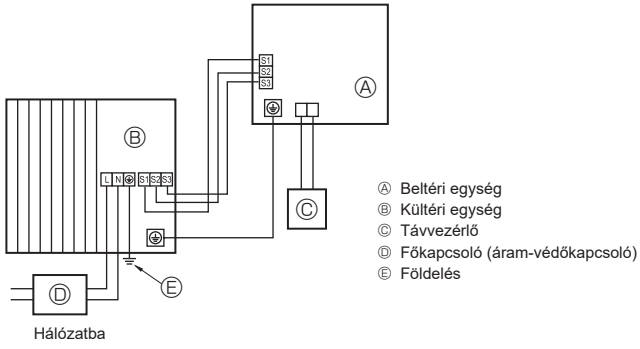
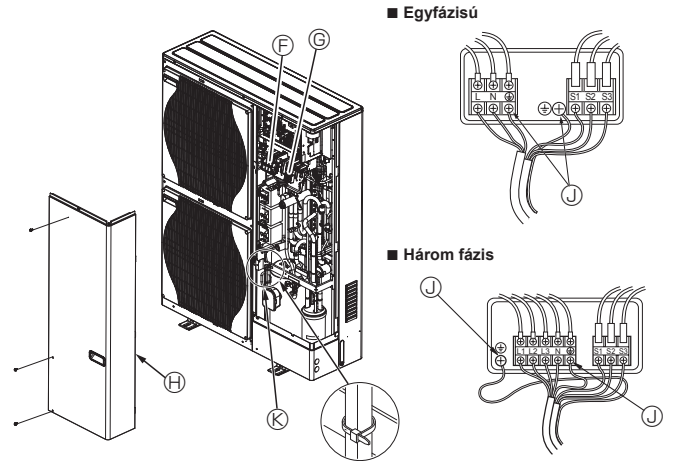

Fig. 5-1
Fig. 5-2
### 5.1. Kültéri egység (Fig. 5-1, Fig. 5-2)
- ① Távolítsa el a szerelőnyílás-fedelelet.
- ② Csatlakoztassa a huzalokat a Fig. 5-1 és Fig. 5-2 szerint.